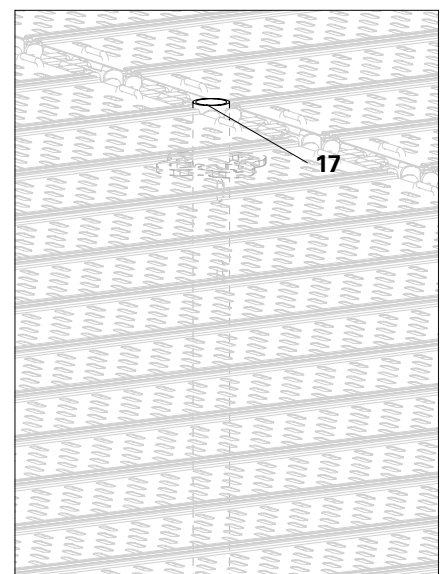

Abb. A2.05b
Eine Belagfläche ohne überstehende Rohrenden kann mit dem Kopfstiel EVT 96 (17) oder Kopfstiel EVOTOP EVT 96 (18) hergestellt werden. (Abb. A2.05b)
1. Kopfstiel UVH-2 (14) auf Vertikalstiel UVR-2 (13) stecken.